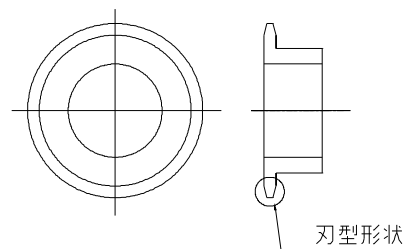

図2
- 3：アオバ自動機が開発した、『つの出しVカット』は従来のVカット刃より飛散効果が大きく、且つフラックス粉の散逸を激減させることが出来る。Vカット深さをより深くできるので、飛散防止効果が高まります。つの出しVカットは、カッター刃の形状と半田径、半田種類によって決定されます。刃型形状の種類としては、Ⅰ,Ⅱ,Ⅲ,Ⅳ,V型があります、V型はオーダーメイドになります。図2,3参照